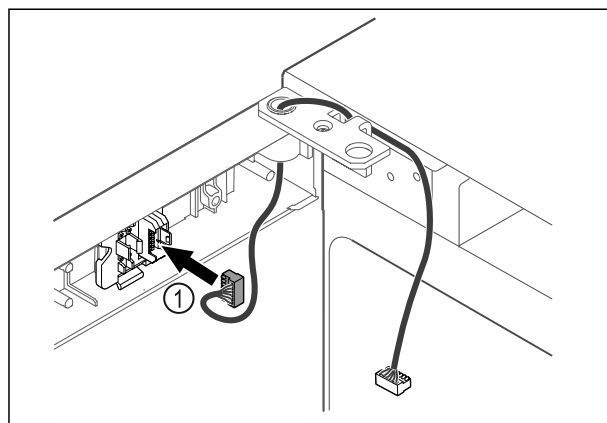

Fig. 59
- ▶ Inserire il connettore Fig. 59 (1) nel supporto connettori.